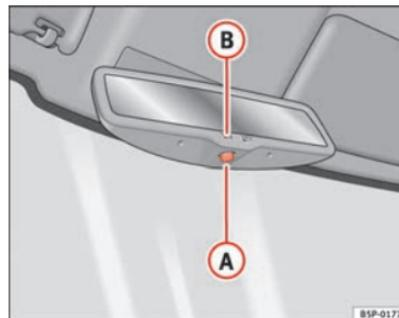

Fig. 69 Retrovisor interior con ajuste automático para posición antideslumbrante.
- Pulse la tecla **A** ⇒ fig. 69. El testigo de control **B** se apaga.
- Pulse la tecla **A** ⇒ fig. 69. El testigo de control se enciende.